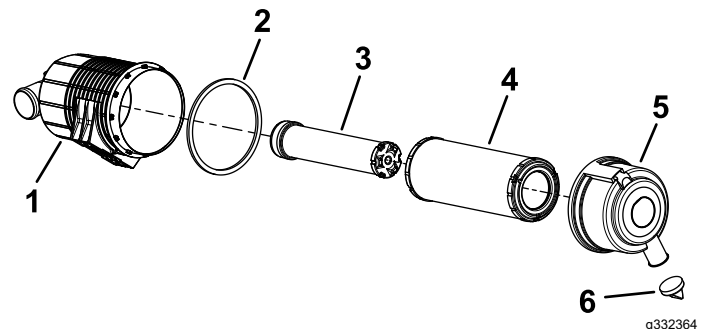

Figure 40
5. Faites l'entretien du filtre à air et de l'élément de sécurité quand indiqué (Figure 40).